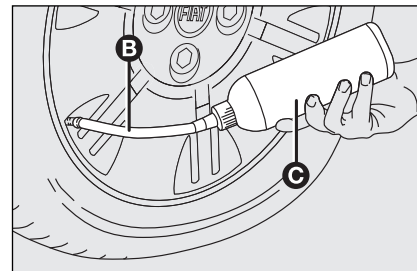

fig. 16
- introduire le tuyau flexible de remplissage **B-fig. 16** sur la valve du pneu, garder la bouteille **C** avec le tuyau tourné vers le bas puis appuyer de manière que tout le liquide rentre dans le pneu;